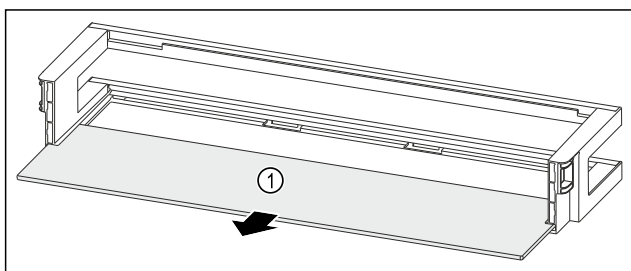

Fig. 194 Dveřní přihrádka s odkládací plochou
- Odkládací plochu Fig. 194 (1) odeberte.